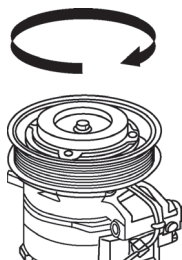

图 5-152 检查带轮轴承的间隙和阻力
2) 如图 5-152 所示，用手转动传动带，检查带轮轴承的间隙和阻力。如果出现噪声或间隙过大 / 阻力过大，则更换离合器。